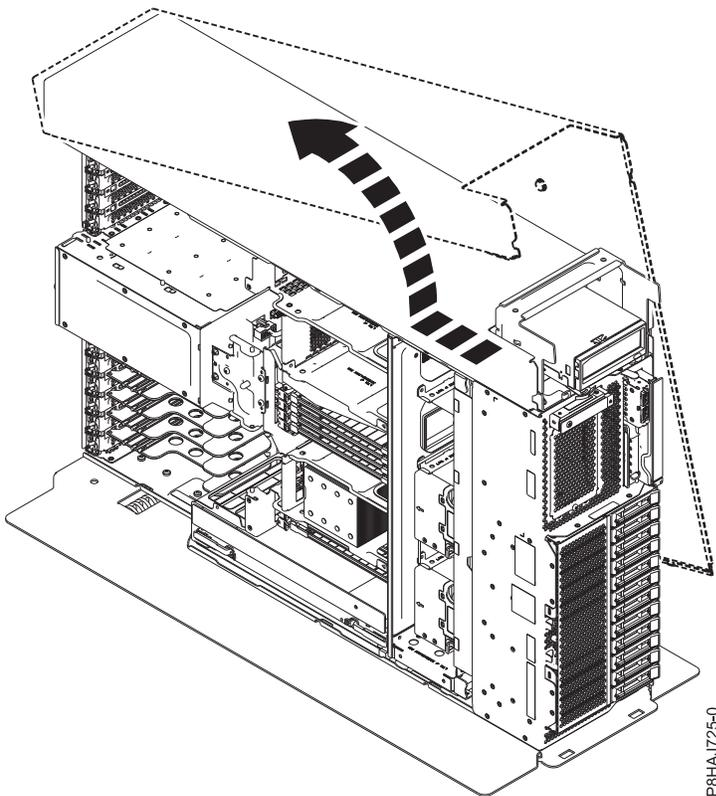

Abbildung 174. Seitenabdeckung bei einem eigenständigen System vom Typ 8286-41A ausbauen
5. Schieben Sie die Seitenabdeckung in der in Abb. 174 dargestellten Richtung vom System.